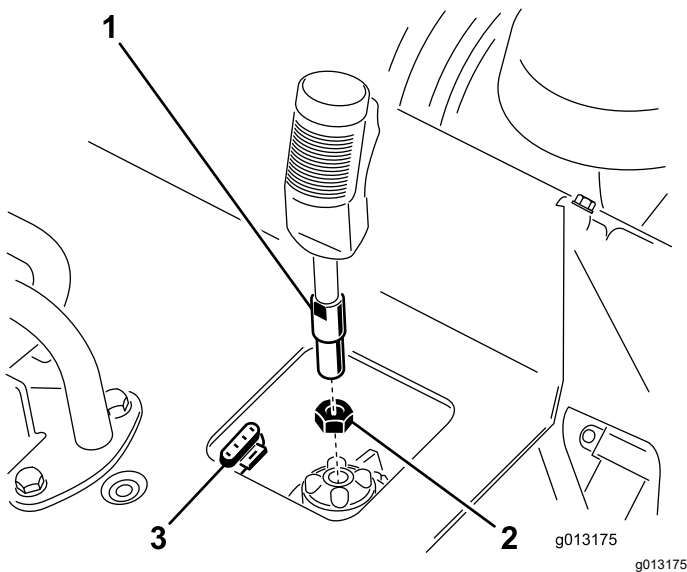

Figura 3
1. Aperte a porca de bloqueio na alavanca de controlo do triturador (Figura 3).
2. Enrosque a alavanca de controlo do triturador no recetáculo do painel de controlo (Figura 3).
3. Com o gatilho orientado para a frente, aperte a porca de bloqueio junto ao recetáculo para fixar a alavanca no lugar (Figura 3).
4. Ligue o fio na alavanca ao conector de 4 pinos debaixo do painel de controlo (Figura 3).